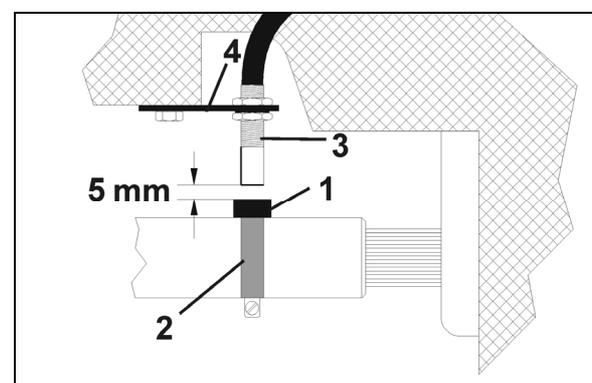

Fig. 10
1. Befestigen Sie den Magneten (Fig. 10/1) mit der Schlauchschelle (Fig. 10/2) an der Kardanwelle.
2. Befestigen Sie den Sensor (Fig. 10/3) mittels Universalhalter (Fig. 10/4) gegenüber vom Magnet am Fahrzeugrahmen.